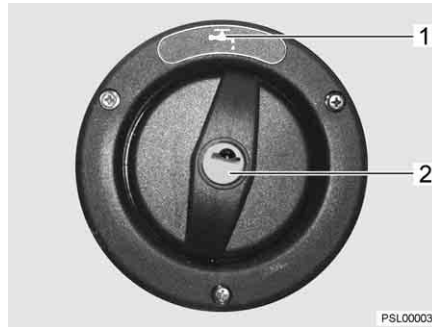

Fig. 52 Couvercle de fermeture pour bec de remplissage d'eau potable
- ▷ Le bec de remplissage d'eau potable est désigné par le symbole  (Fig. 52,1).
- Insérer la clé dans le barillet (Fig. 52,2) et la tourner dans le sens inverse des aiguilles d'une montre.